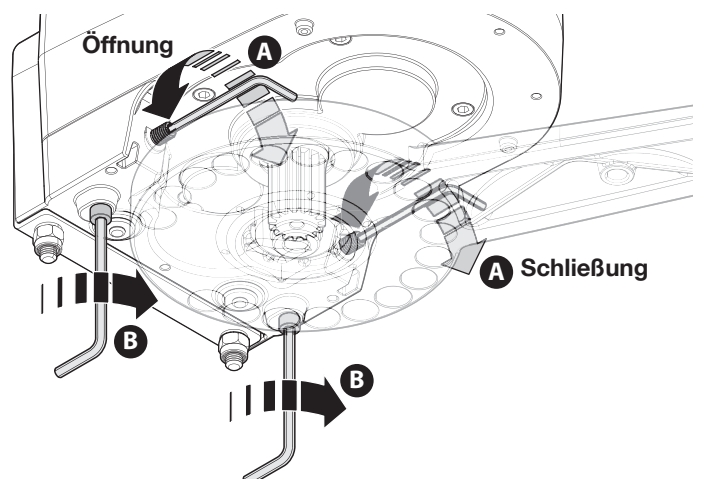

Abb. 18
07. Durch Einschrauben oder Herausschrauben der beiden Bolzen **(A)** am Motor ist es möglich, die beiden Endschalter einzustellen; anschließend mit den beiden Schrauben **(B)** die beiden Einstellbolzen **(A)** blockieren **Abb. 18**;